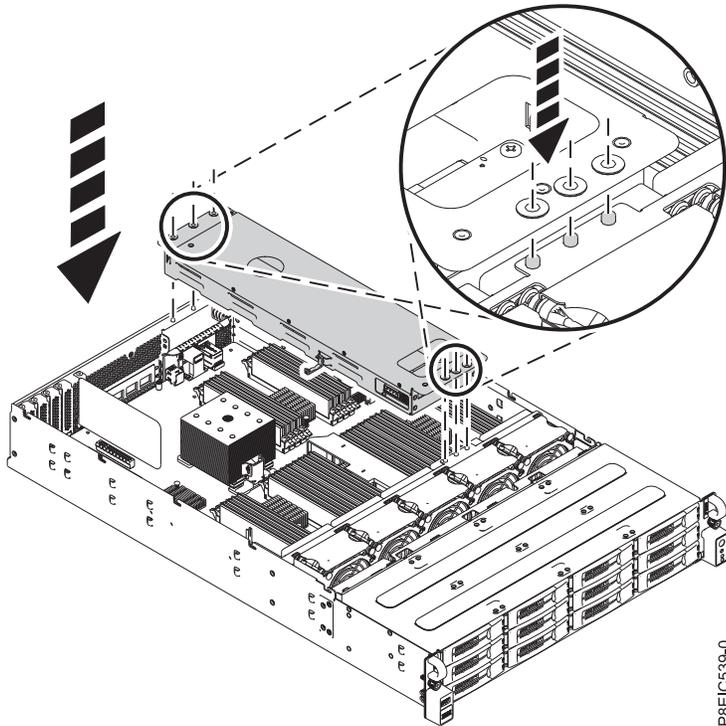

Abbildung 20. Baugruppe der Laufwerkhalterung an der Rückseite installieren
2. Platzieren Sie die Baugruppe der Laufwerkhalterung an der Rückseite mithilfe der Ausrichtungsstifte im System. Drei Stifte befinden sich im Chassis an der Vorderseite der Baugruppe, drei Stifte befinden sich an der Rückseite und zwei Stifte befinden sich an der Seite neben den Netzteilen (siehe Abb. 20 auf Seite 20).